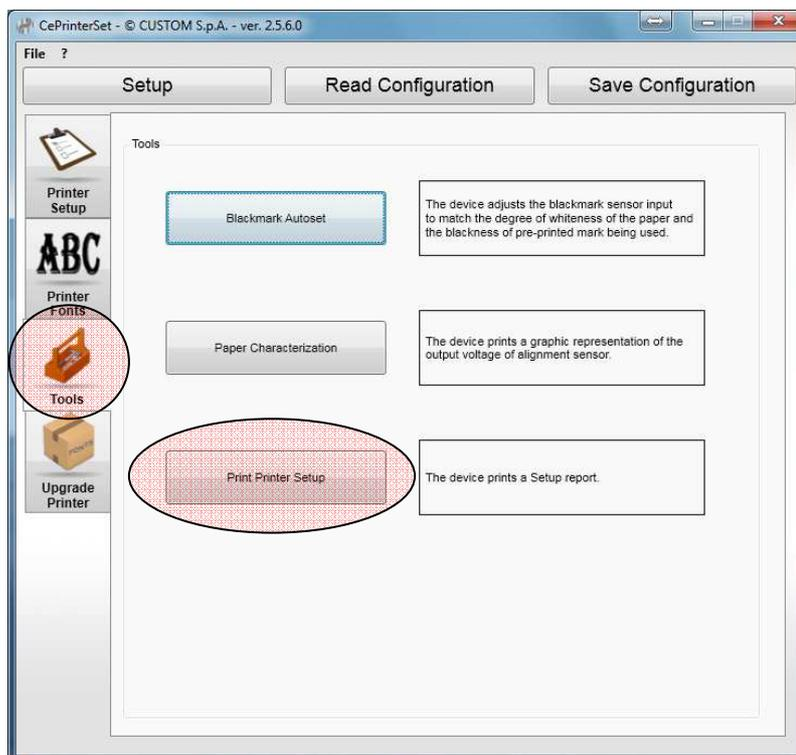

Рисунок 25 – Окно встроенных утилит
- Откроется окно встроенных утилит (см Рисунок 25)